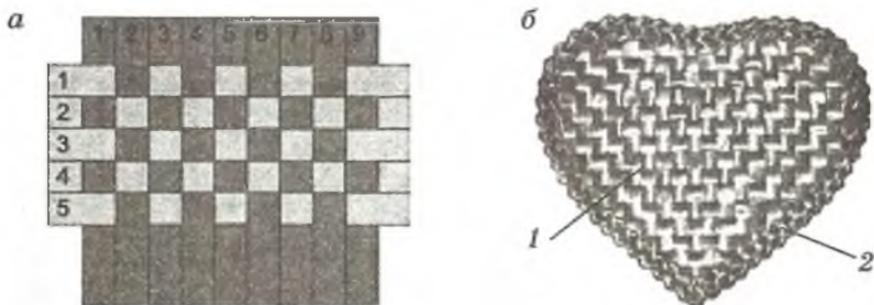

Рис. 30. Схема последовательности плетения «шахматки» (а) и кухонная подставка (б); 1 — «шахматка», 2 — «зубатка»
Одним из видов простого прямого плетения является «шахматка» (рис. 30). «Шахматка» в изделиях хорошо сочетается с «зубаткой» (рис. 30, б).
- эту операцию чередуют, плотно подгоняя соломенные ленты одна к другой (см. рис. 30).